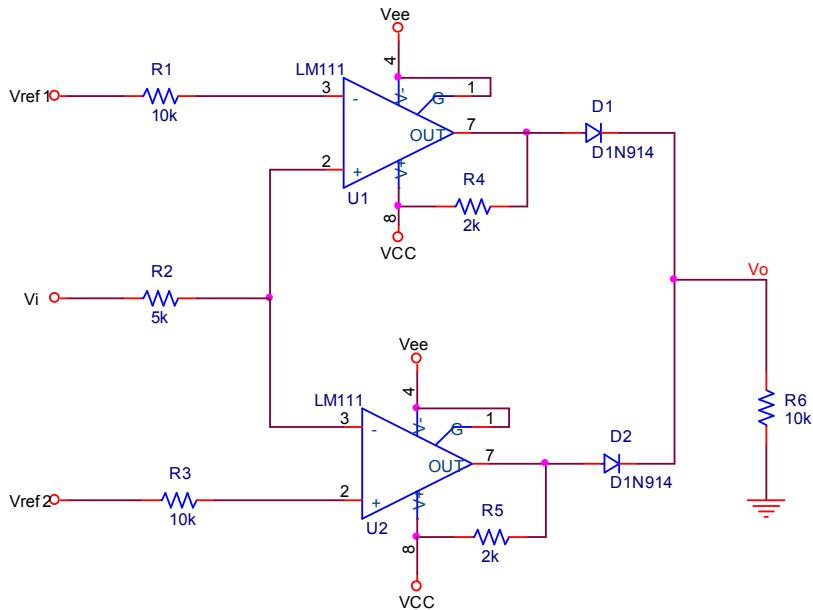

图 8.5.3 窗口检测电路(窗口比较器)
8.5.3 如图 8.5.3 所示为窗口检测电路(窗口比较器)的原理图, 电压比较器选 LM111。